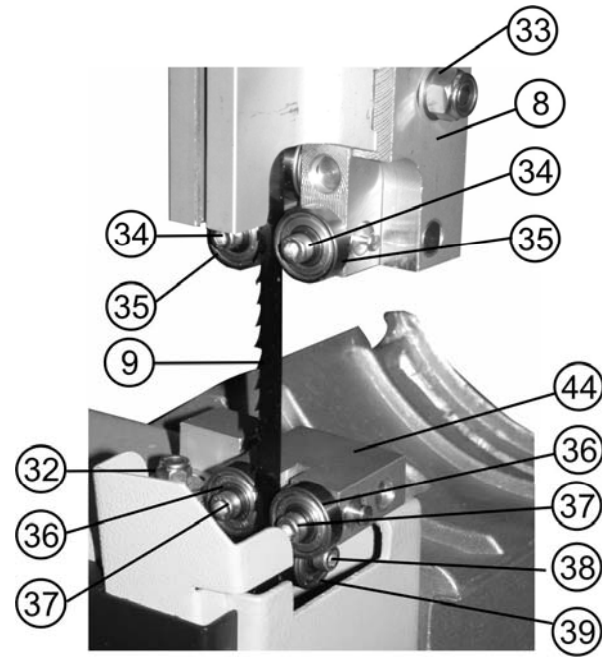

Рис.12
11.5.1. Для выполнения качественной работы, уменьшения нагрузки на пильную ленту (9) и обеспечения техники безопасности при выполнении пиления заготовки, нижний край направляющих подшипников (35) Рис.12 верхней направляющей (8) необходимо установить на высоте не более 3мм. от заготовки.
11.6. Регулировка нижней и верхней направляющих пильной ленты (Рис. 12, 13)